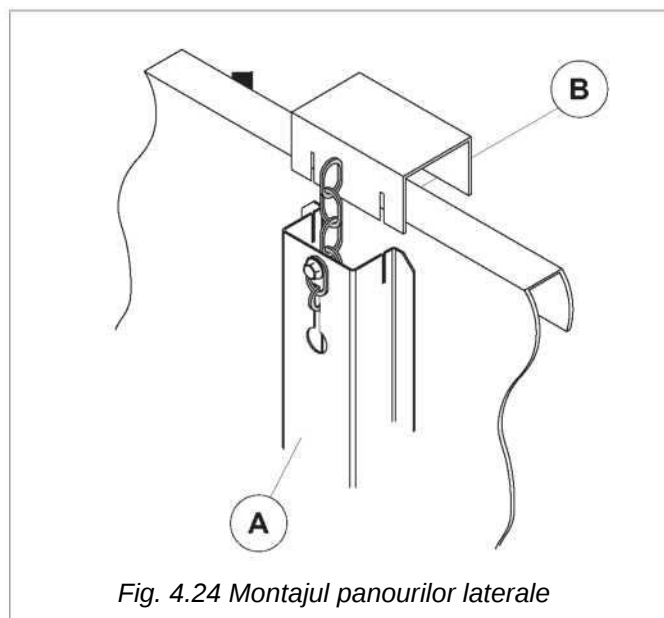

Fig. 4.24 Montajul panourilor laterale
Pentru a potrivi panourile laterale pe supti, se fixează piesa în formă de U împingând-o în ghidajele speciale (A) astfel încât fantele (B) să fie poziționate ca în fig. 4.24.